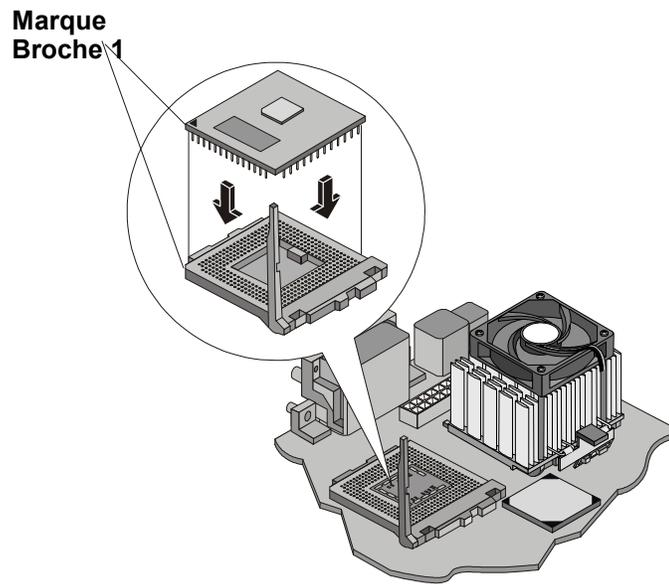

Figure 3-18. Installation du processeur
9. Alignez le deuxième processeur sur le logement vacant. Voir Figure 3-18.
5. Ouvrez le levier ZIF pour permettre le retrait du processeur. Voir Figure 3-18.